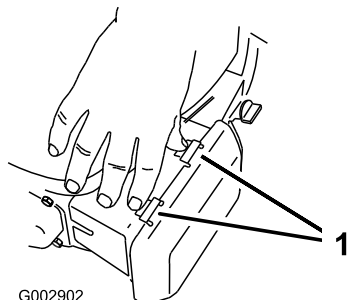

Рисунок 36
1. Нажмите книзу на язычки защелок наверху крышки воздухоочистителя (Рисунок 36).